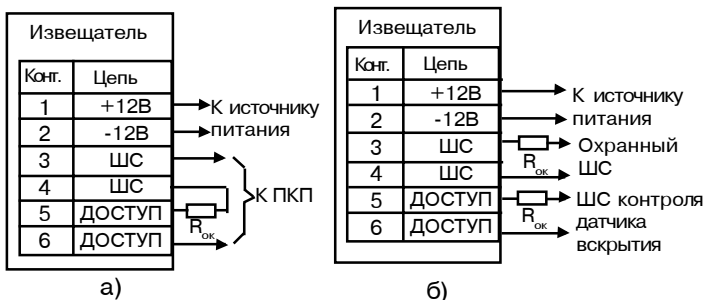

Рис.3
- выполните соединения согласно рис.3а(для подклю- чения в один ШС) и рис. 3б (с контролем датчика вскрытия отдельным ШС);